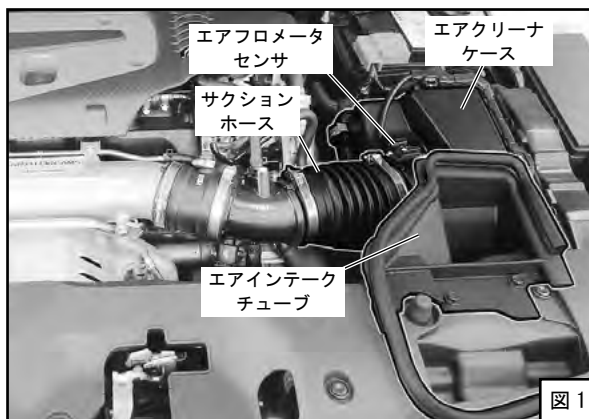

図1
- (1) バッテリーのマイナス端子 (-) からケーブルターミナルを取外してください。
- (2) エアフロメータセンサからコネクタを外してください。(図1)
- (3) ホースバンドをゆるめ、エアクリーナケース、エアインテークチューブを取外してください。(図1)
- (4) ホースバンドをゆるめ、サクシジョンホースを取外してください。(図1)
- (6) エアクリーナケースからエアフロメータセンサを外してください。(図1) (スクリューは再使用します)